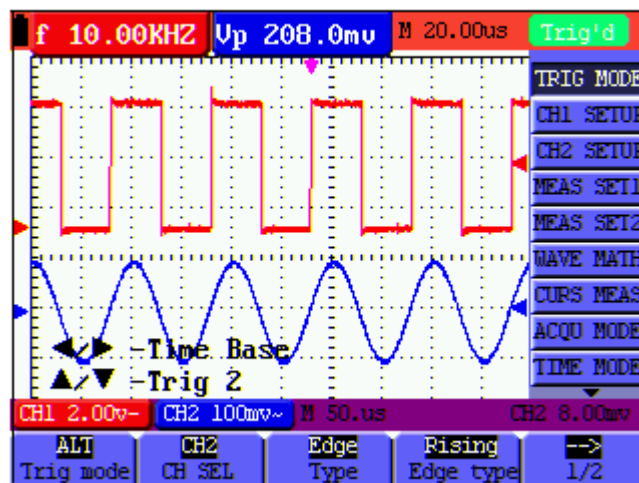

Abbildung 10
- Die Taste **OPTION** erneut drücken; im unteren Bildschirmbereich links erscheint folgende Anzeige, wie in Abbildung 10 zu sehen ist.
Siehe folgende Abbildung 10: